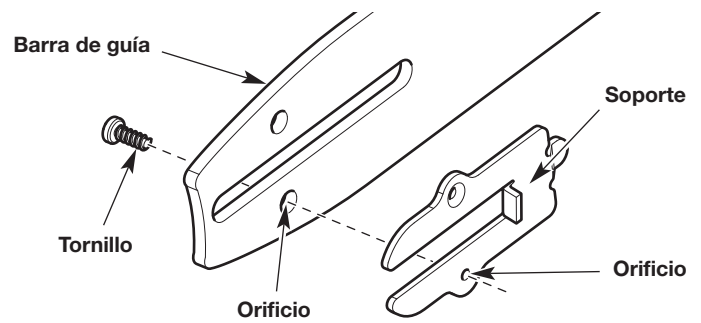

Fig. 23
5. Utilice un pequeño destornillador Phillips para quitar el tornillo que sostiene el soporte en la barra de guía (Fig. 23).
1. Coloque el soporte en la barra de guía (Fig. 23). Se debe alinear el orificio del soporte con el orificio de la barra de guía (Fig. 23). Inserte el tornillo en los orificios alineados (Fig. 23). Ajuste el tornillo con un destornillador Phillips pequeño.